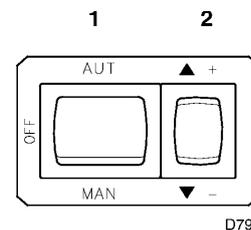
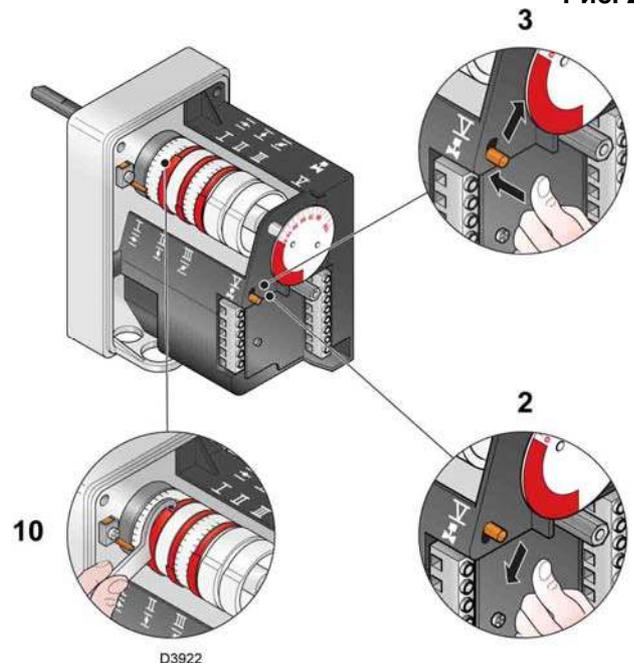

Рис. 27
Рис. 29
В предыдущем описании мы оставили горелку работающей на минимальной мощности. Теперь нажмите кнопку (2) (рисунок 27) в положение «увеличение мощности» и удерживайте ее нажатой до тех пор, пока серводвигатель не откроет воздушную заслонку и дроссельный клапан газа.
Нажмите кнопку (2) (рисунок 27), «уменьшение мощности», и удерживайте ее нажатой до тех пор, пока серводвигатель не закроет воздушную заслонку и дроссельную заслонку газа до 65° (это заводская настройка).
- если вы хотите уменьшить расход, немного уменьшите угол кулачка III (рис. 29), делая небольшие последовательные перемещения, то есть начните от угла 65°, затем перейдите к 63°, 61° и так далее...
- если же вы хотите увеличить его расход, чуть-чуть нажмите кнопку «увеличение мощности» (2) (рис. 27) (откройте дроссельную заслонку газа на 10-15°) и увеличьте угол кулачка III (Рис. 29), делая небольшие последовательные перемещения, то есть начните от угла 65°, затем перейдите к 67°, 69° и так далее...
Чуть-чуть нажмите кнопку «увеличение мощности» (2) (рис. 27), серводвигатель должен повернуться примерно на 15°. Отрегулируйте винты так, чтобы добиться оптимального горения. Продолжайте таким же образом со следующими винтами. Следите за тем, чтобы профиль эксцентрика изменялся плавно.
Погасите горелку с помощью выключателя (1) (Рис. 27), положение OFF, отсоедините эксцентрик (4) от серводвигателя, для этого нажмите и переведите вправо кнопку (3) и, вручную повернув несколько раз вперед и назад эксцентрик (4), убедитесь в том, что он поворачивается мягко и не заедает.